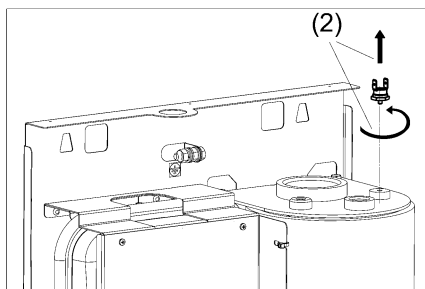

Рисунок 12. Замена аварийного самовозвратного термовыключателя
- (1) Отсоедините наконечники жгута управления от аварийного самовозвратного термовыключателя.
- (2) Выверните аварийный самовозвратный термовыключатель (см. рис. 12).
- (3) Удалите остатки старой термопасты из резьбового отверстия;
- (4) Нанесите новую термопасту;
- (5) Вверните новый аварийный самовозвратный термовыключатель.
- (6) Подсоедините наконечники жгута управления.
- (7) Проверьте надёжность контактов электрического соединения.